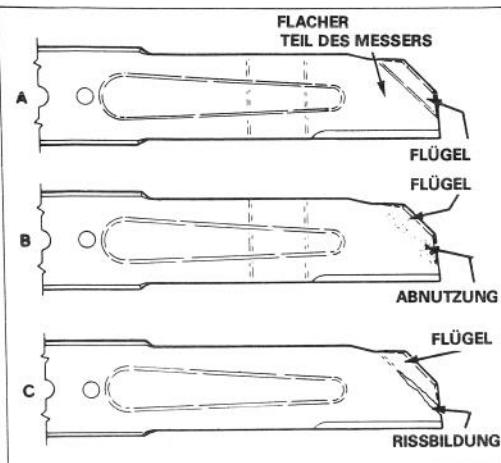

Bild 16
4. UNTERSUCHEN DES MESSERS — Schneidflächen des Messers sorgfältig auf Schärfe und Abnutzung überprüfen, insbesondere dort, wo der flache Teil in den gewölbten übergeht (Bild 16). Da Sand und grobe Partikel das Metall zwischen dem flachen und dem gewölbten Messerteil abnutzen können, sollte das Messer vor jedem Mäheinsatz geprüft werden. Zeigt sich Rißbildung oder Verschleiß (Bild 16B & C), Messer ersetzen. Siehe Verfahrensschritt 5.